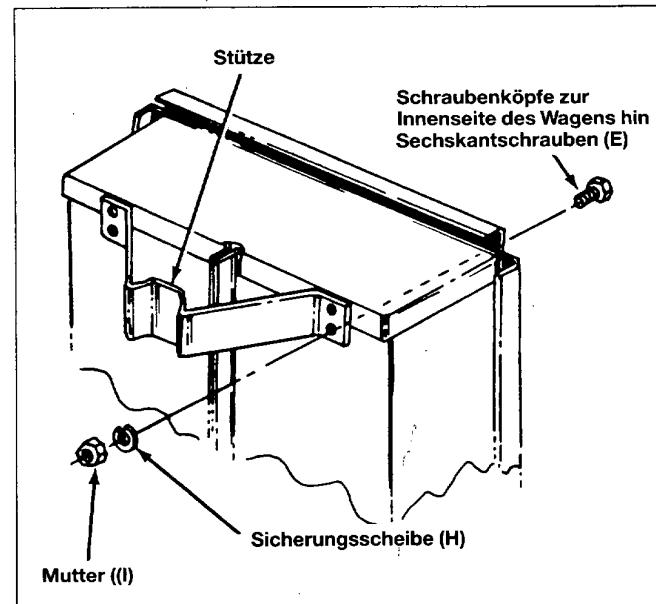

Bild 9
14. Stütze mit vier 6x16 mm Schrauben (E), Sicherungsscheiben (H) und Muttern (I) anbringen. Siehe Bild 9.